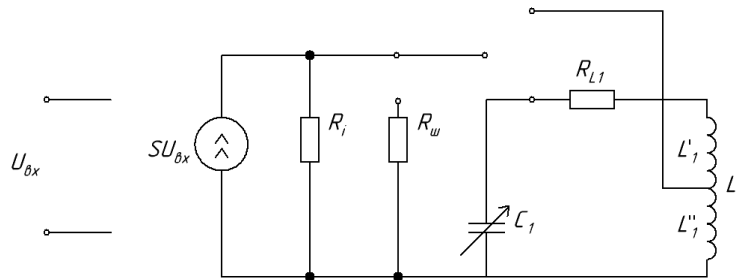

Рис. 6.7 – Еквівалентна схема вимірювальної установки
3.1. Для простого паралельного не зашунтованого коливального контуру (рис. 6.7) розрахувати:
3.4. Повторіть пп. 3.1 – 3.3 для складного контуру з двома індуктивностями L_1^* , L_1^{**} (рис. 6.7). При розрахунку коефіцієнта включення p врахувати, що L_1^* та L_1^{**} є частинами однієї котушки L_1 і тому між ними існує взаємна індуктивність M . Таким чином, $L_1 = L_1^* + L_1^{**} + 2M$, $p = \frac{L_1^{**} + M}{L_1}$.
Коливальний контур є навантаженням резонансного підсилювача. Якщо в колі діють тільки гармонійні струми і напруги, то підсилювальний елемент можна уявити як джерело струму, керованого напругою (рис. 6.7), струм якого $I = SU_{\text{вх}}$, де $U_{\text{вх}}$ – вхідна напруга підсилювача, S – крутизна вольт-амперної характеристики підсилювального елемента.
Внутрішній опір джерела R_i дорівнює вихідному опору підсилювального елемента. Користуючись еквівалентною схемою (рис. 6.7), напругу на контурі можна записати в такий спосіб: